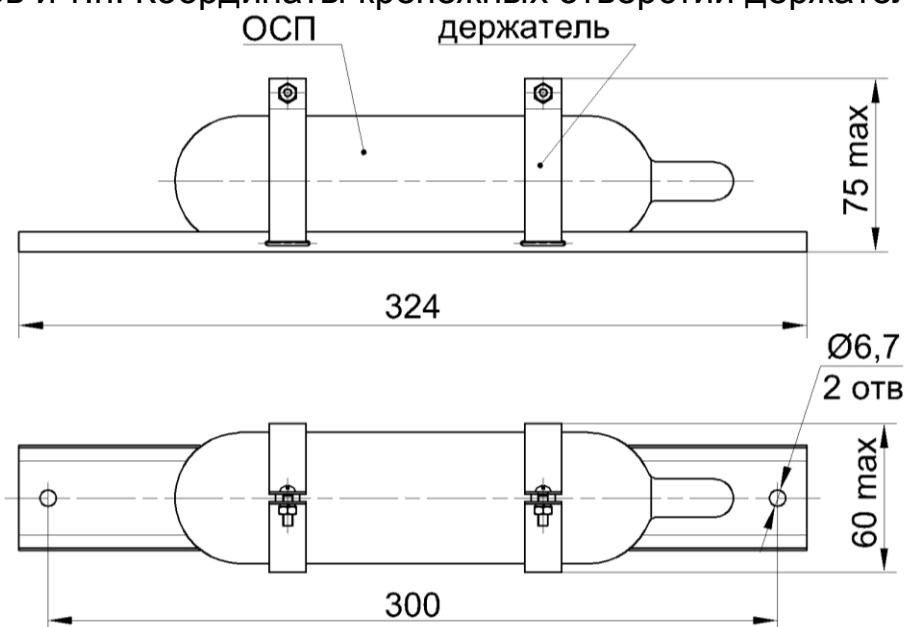

Рисунок 2.3 - OSP с держателем М
- М - для подвижного состава метрополитена, см. рис. 2.3;
6.5 OSP с держателем М монтируются на защищаемом объекте при помощи шурупов, болтов и т.п. Координаты крепежных отверстий держателей см. рис. 2.3.